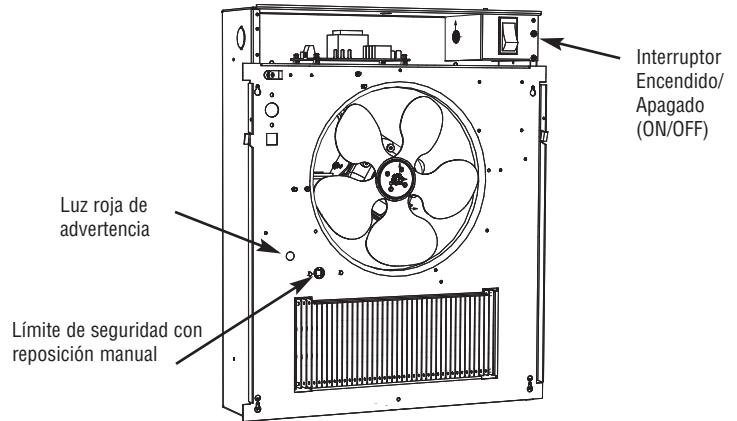

Figura 8. Ubicación del botón de reposición
Este calefactor está equipado con un control de límite de seguridad con reposición manual, que apagará automáticamente el calefactor si el mismo se sobrecalienta, a fin de prevenir un incendio. Se iluminará una luz roja de advertencia (visible a través de la rejilla) para alertar que este control se ha activado. Vea la ubicación de estos dispositivos en la Figura 8.
### PARA REALIZAR LA REPOSICIÓN DEL LÍMITE DE SEGURIDAD (VEA LA FIGURA 8)
**NOTA:** al quitar la rejilla, el interruptor ENCENDIDO/APAGADO ubicado en el ángulo superior derecho del calefactor puede utilizarse entonces para desconectar la alimentación eléctrica del calefactor durante la limpieza y el servicio (vea la Figura 8).